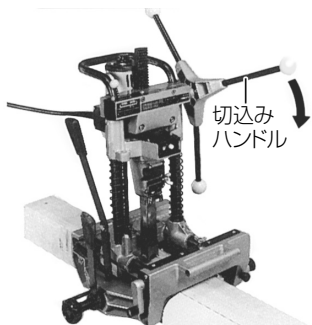

図 31
- (1) キリスイッチの「入」ボタンを押してキリを回転させます。
- (2) キリの回転が完全にあがって安定してから、切込みハンドルを図 31 の矢印方向にまわし、キリモーター部を下降させ穴あけを始めます。